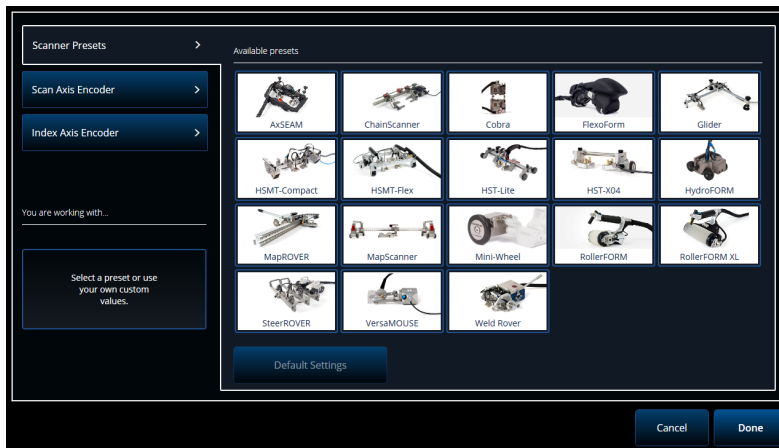

Abbildung 5-1 Auswahlliste für Scanner-Voreinstellungen
2. Wählen Sie **Scan > Inspection > Encoders** (Scan > Prüfung > Weggeber) aus, um auf den Weggeber-Einstellungen zuzugreifen, und stellen Sie die Weggeber-Parameter entsprechend der Spezifikationen ein (Abbildung 5-1 auf Seite 193). Sie können einen voreingestellten Scanner verwenden oder die Parameter für die Achse in diesem Menü bearbeiten.